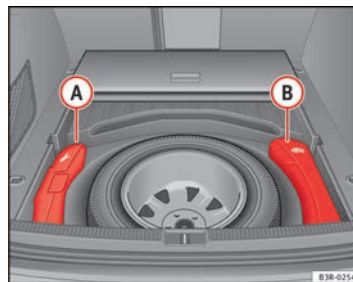

Fig. 193 Caja de las herramientas y gato
La herramienta de a bordo (A) y el gato (B) ⇒ fig. 193 para vehículos con rueda de repuesto y para vehículos con juego para reparación de neumáticos se encuentran en el maletero, debajo de la superficie de carga.